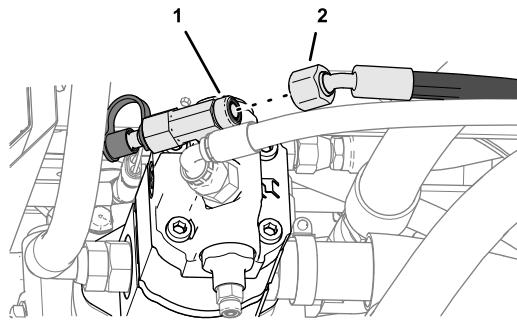

**Bild 132**
1. Entfernen Sie den O-Ring von der Stirnseite des T-Anschlussstücks am Ende der Hydraulikpumpe (Bild 132).
2. Setzen Sie einen neuen O-Ring mit einem Durchmesser von 12,4/1,8 mm in die Nut des T-Anschlussstücks ein (Bild 132).